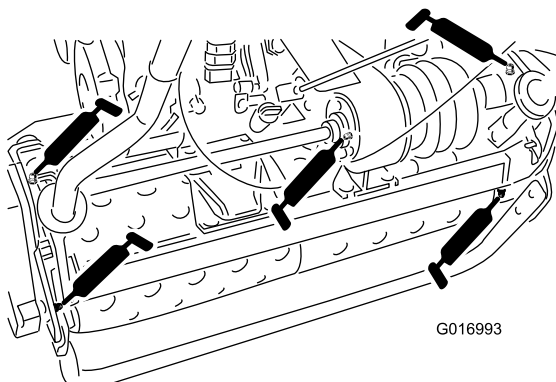

Figura 19
- 2 sugli assali del tamburo (Figura 19).
- 3 sul differenziale (Figura 19).